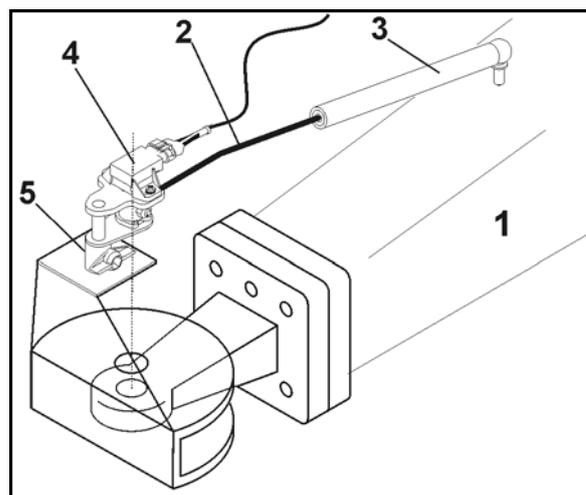

Fig. 45
Die AutoTrail-Nachlauf-Steuerung zum automatischen, nahezu spurgetreuen Nachlauf erfasst die Winkellages der Deichsel (Fig. 45/1) zur Fahrtrichtung des Traktors.
1. Winkelstange (Fig. 45/2) in Kunststoffbuchse (Fig. 45/3) stecken.
2. Drehwinkelgeber (Fig. 45/4) in die Aufnahme (Fig. 45/5) stecken.